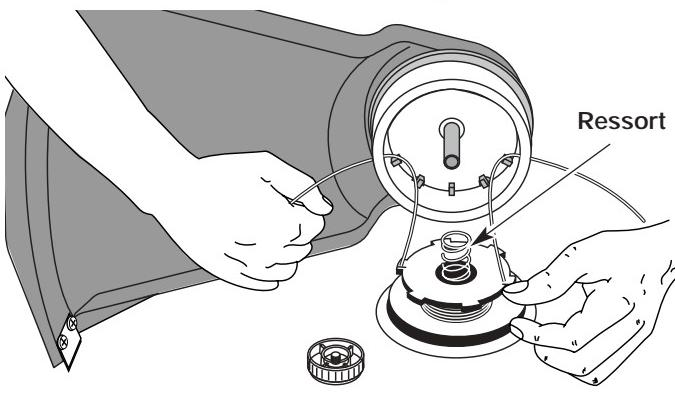

Fig. 19
13. Insérez les extrémités du fil dans les ceillots de la bobine extérieure et placez le moulinet et le ressort dans la bobine (Fig. 19). Enforcez le moulinet et la bobine ensemble. Tout en tenant le moulinet et la bobine, saisissez les extrémités et tirez fermement pour dégager le fil des fentes de retenue de la bobine.
5. Insérez les extrémités du fil dans les œillets de la bobine extérieure (Fig. 19).